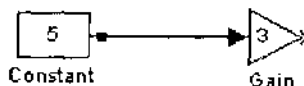

图 6-36
(4) 释放鼠标按钮。SIMULINK 就用一个带箭头的连线代替端口的符号, 用来表示信号的流向。用户既可以把连线从一个模块的输出端口连到另一个模块的输入端口, 也可以反方向连接。在这两种情况下, 箭头都出现在输入端口, 而且信号的流向不会因为连线的方向不同而发生改变(图 6-36)。